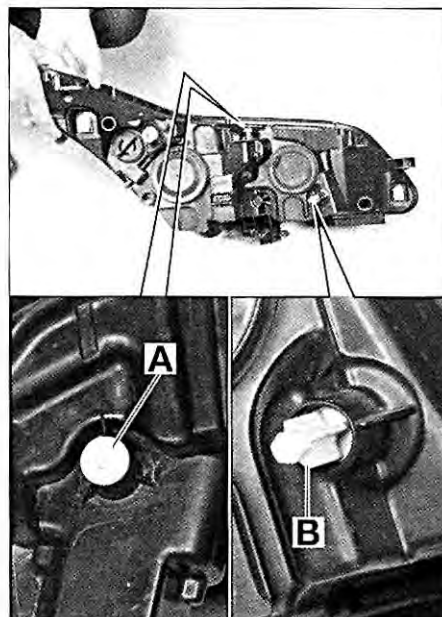

FIG. 9
- Proceder a los reglajes de las ópticas actuando sobre los tornillos (A) y (B) (fig. 9).